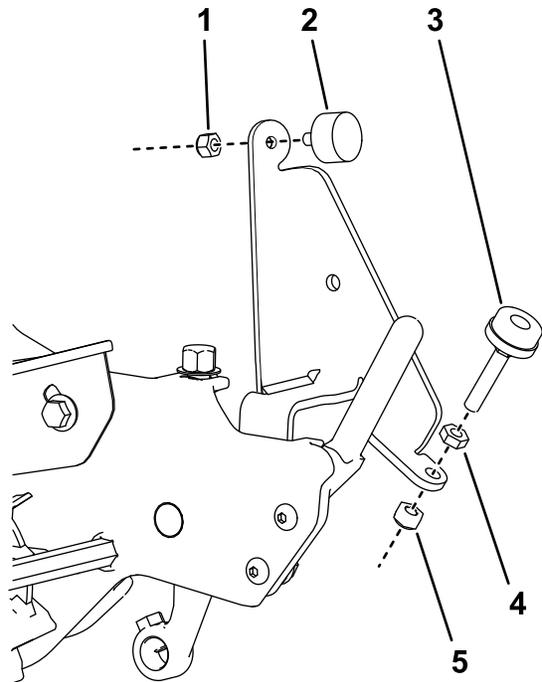

Figura 2
5. Instale un tornillo de ajuste de nivel en ambos soportes del cepillo, como se muestra en la Figura 2.
4. Instale un tope de goma en ambos soportes del cepillo con una contratuerca (1/4"), como se muestra en la Figura 2.